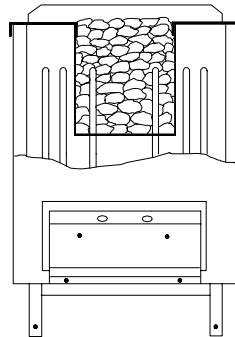

Abb. 4
- Den Steinbehälter mit den mitgelieferten Saunasteinen füllen. Es ist darauf zu achten, daß die Steine nur in den dafür vorgesehenen Steinbehälter, zwischen und auf die Heizstäbe, keinesfalls auf die seitlichen Luftaustrittsöffnungen, gefüllt werden. Siehe Abb. 4.